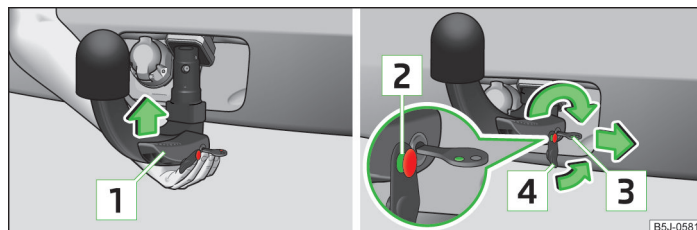

Fig. 103 Montage de la boule d'attelage/verrouillage de la serrure et mise en place du cache de serrure
- Prenez la boule d'attelage **par le bas** » fig. 103 et enfoncez-la dans le logement jusqu'à ce qu'elle s'enclenche de façon audible » **!**
La manette **1** » fig. 103 se tourne **automatiquement** vers le haut et la tige de verrouillage **2** ressort (les parties rouge et verte sont alors visibles) » **!**
➤ Mettez le cache [4] » fig. 103 en place sur la serrure dans le sens de la flèche » [1].